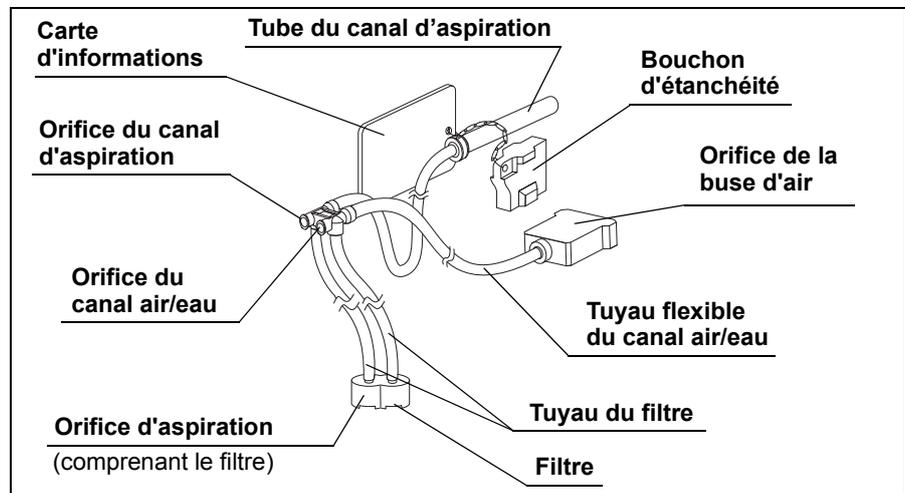

Figure 2.6
1. Vérifiez que tous les composants de l'irrigateur tous canaux ne sont ni rayés, ni fissurés, ni encrassés (voir Figure 2.6).